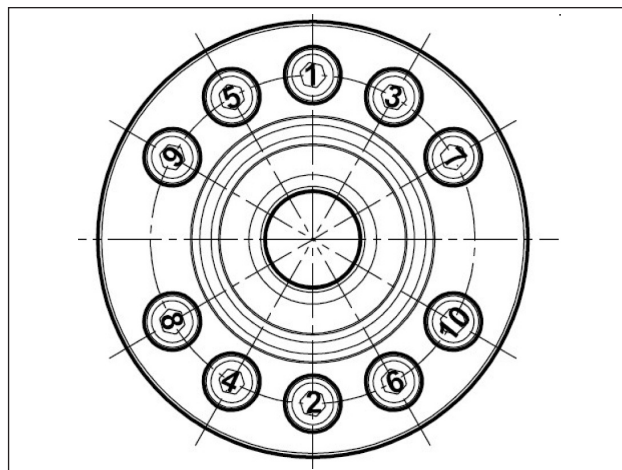

Fig. 53
- **** Le viti fissaggio supporti schema Fig. 53 devono essere serrate in due fasi: